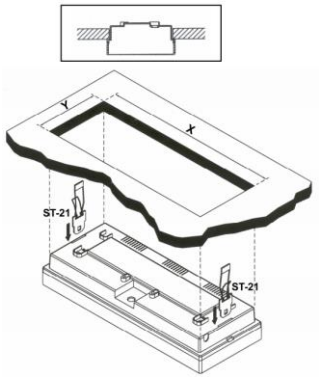

Рис. 1
4.2. Распаковать светильник. Снять рассеиватель при помощи отвертки, которую следует вставить в небольшие пазы, расположенные с двух сторон от рассеивателя и поднять ее вверх (см. рис. 1).